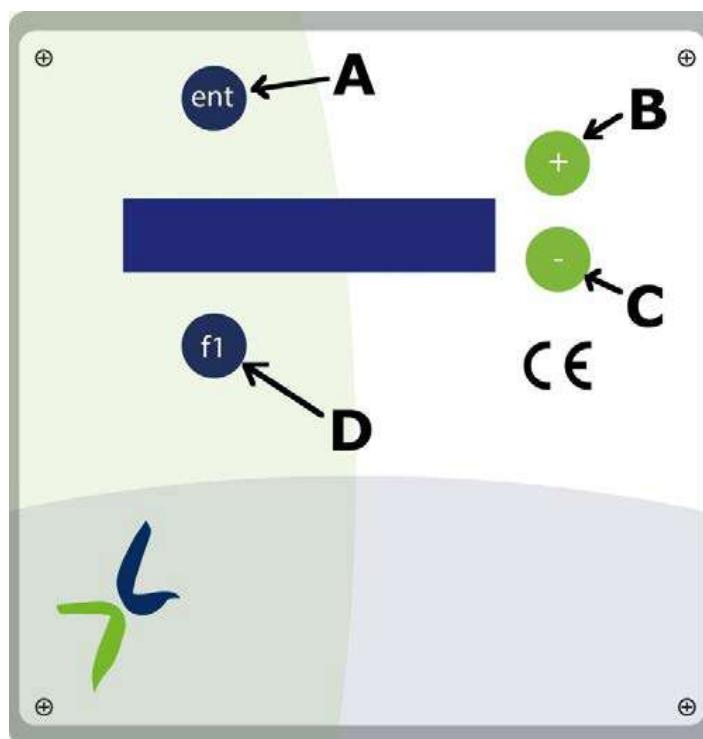

Fig. 2.0
Lors de la première mise en marche, la machine est en position d'attente et le message "STOP Inserted" apparaît sur l'écran de l'unité de commande. Si ce n'est pas le cas, lors de la mise sous tension, appuyez sur la touche "ENT" (A dans la Fig.2.0) et attendez le message "STOP Inserted".
- Faites défiler le menu système à l'aide des boutons + et - (B et C dans la Fig. 2.0) jusqu'à ce que la rubrique "**Wi-Fi Connection**" s'affiche (Fig. 2.9).
- Appuyez sur 'ENT' (A dans la Fig. 2.0) pour entrer dans le sous-menu.
- Déplacez-vous avec le bouton - (C dans la Fig. 2.0) jusqu'à la rubrique "**Reset WIFI**" et appuyez sur le bouton "**ENT**" pour confirmer.
- Appuyez sur "**ENT**" (A dans la Fig. 2.0) pour entrer dans le sous-menu.